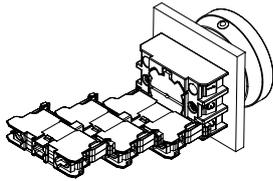
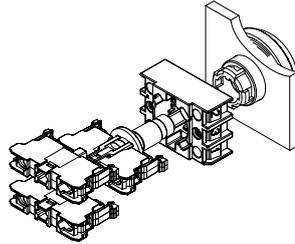

Fig. 4
Fig. 5
2. Per montare gli elementi di contatto del sistema di contatti RF, agganciarli alle posizioni da 1 a 3 sulla flangia di montaggio (vedi Fig. 4). La posizione centrale (Pos. 3) è riservata al montaggio di elementi luminosi in dispositivi con illuminazione (vedi Fig. 5).